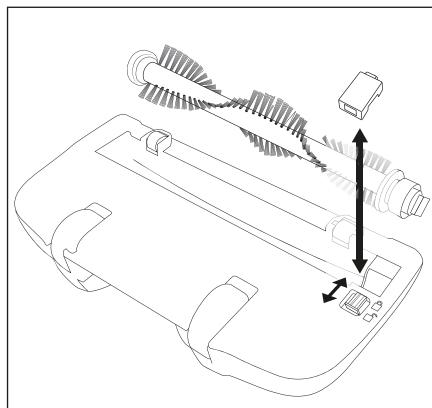

Fig. 5
- 2) Desplace el bloqueo de la placa de cobertura hacia el símbolo ⑮ y desmonte la placa de cobertura (fig. 5).
- 3) Retire el rodillo de cepillos ⑭.
- 4) Retire los restos de suciedad (a ambos lados de las cerdas) y limpie el rodillo de cepillos ⑭. Para ello, utilice un paño húmedo y frote de dentro afuera los distintos grupos de cerdas.
- 5) Para volver a insertar el rodillo de cepillos ⑭, introduzca primero el extremo ancho en el eje de accionamiento de forma que el rodillo de cepillos ⑭ quede encastrado.
- 6) Tras esto, introduzca el otro extremo en el alojamiento para que el rodillo de cepillos ⑭ quede insertado en la boquilla para suelos.
- 7) Vuelva a colocar la placa de cobertura hasta que quede bien fija. La placa de cobertura queda encastrada cuando el encastre se desplaza automáticamente hacia el símbolo ⑯ (fig. 5).